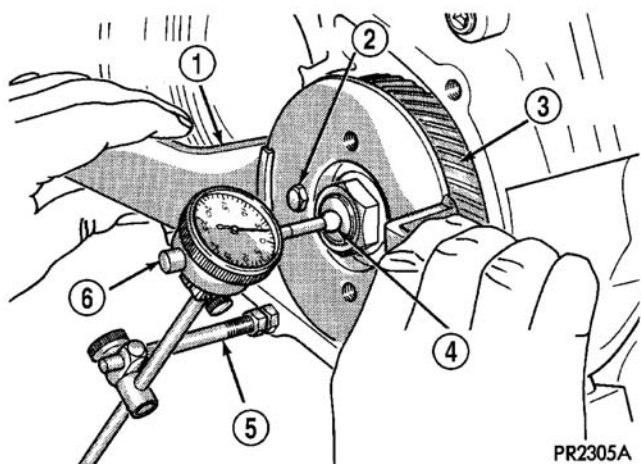

图 261 检查输出轴端隙
- 3-螺钉 (2)
(10) 安置工具 L-4432 和 C-4658，如图 261 所示，安装千分表并测量输出轴端隙。